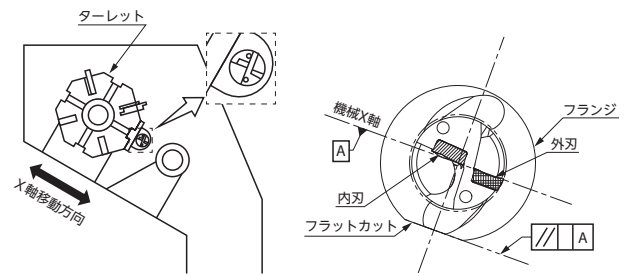

図1 旋盤への取付け状態
2. 外刃の向きは、作業者から外刃が見える様にセットするのが理想的です(図1)